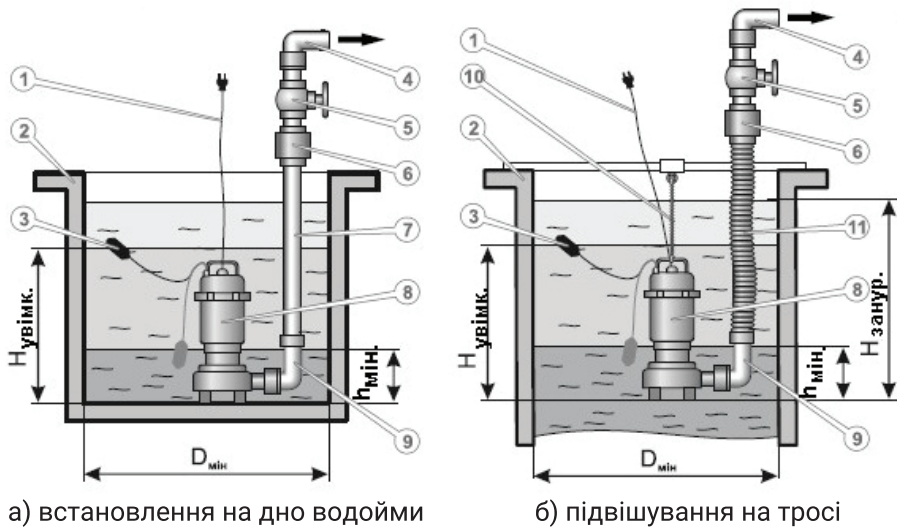

Рисунок 4. Схема монтажу насоса дренажного.
5.1.3 Монтаж виробу (рис. 4).
Монтаж насоса дренажного ТМ «Powercraft» моделей «QD 900f» та «QD 1500f» може бути виконаний через встановлення на дно водойми (а, рис. 4) чи підвішування на тросі (б, рис. 4).
1. Приєднати напірний вибраний трубопровід відповідного діаметра (7, рис. 4), або рукав (11, рис.4) до фітинга (9, рис. 4) насоса за допомогою з'єднувальної муфти, коннектора, або хомута (для гнучкого рукава), використовуючи гайковий ключ, або викрутку (до комплекту постачання не входять).
2. Перевірити, що нагнітальний трубопровід (7, рис. 4) надійно приєднаний до напірного трубопроводу (4, рис. 4) і закріплений.
4. Для монтажу за схемою (а, рис. 4) опустити насос у водойму, встановити на дно і прив'язати трос до міцної перекладини, закріпленої на краях колодязя.
5. Для монтажу за схемою (б, рис. 4) опустити насос за у водойму на бажану глибину і прив'язати трос до міцної перекладки, закріпленої на краях колодязя.